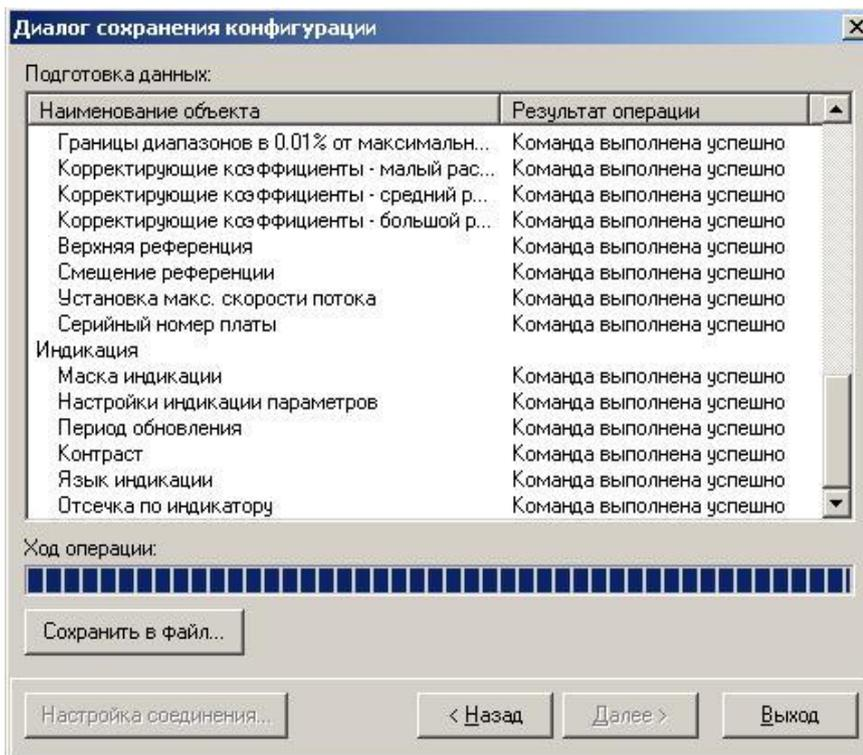

Рис.29. Окно «Диалог сохранения конфигурации» / «Ход операции».
- после окончания считывания всех выбранных параметров станет активной кнопка «**Сохранить в файл**», нажав которую можно ввести имя файла и сохранить прочитанную конфигурацию (рис.29).